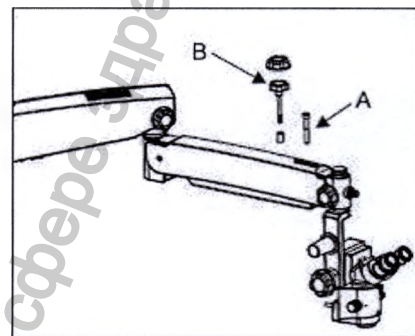

Рис. 10
6.7 Снимите крышку кабеля, выкрутив два винта, расположенных сверху. Проведите оптоволоконный кабель. Смотрите рисунок 10.